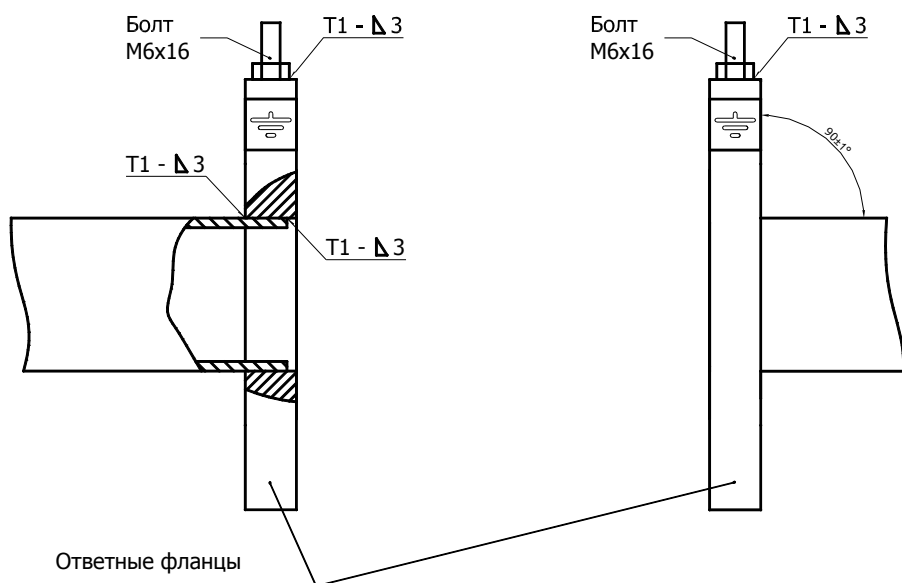

Рис. 8.5
8.3.5 К прямолинейным участкам трубопровода приварить фланцы в соответствии с ГОСТ 12820-80, при этом угол между осью трубопровода и плоскостью фланца должен быть  $90 \pm 1^\circ$ . Фланцы следует приваривать таким образом, чтобы после установки расходомера (ППР) ось электродов ППР лежала в горизонтальной плоскости (допустимое отклонение от линии горизонта  $\pm 10^\circ$ ). При монтаже ответных фланцев необходимо приварить болт заземления к верхней части монтируемого фланца (см. рис. 8.5).
**ВНИМАНИЕ!!!** На датчики расхода, монтаж которых выполнен с нарушением требований ГОСТ 12820-80 (соединение труба-фланец), гарантийные обязательства не распространяются (см. Рис. 8.5а).
Рис.8.5а